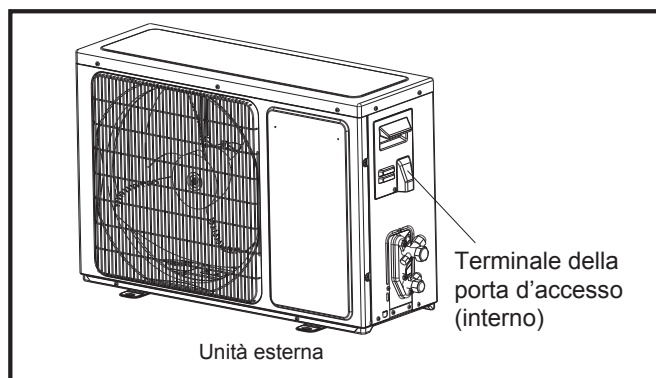

Fig. 22
- 1) Rimuovere la porta d'accesso dall'unità allentando le viti. Collegare i cavi ai terminali sulla centralina individualmente come segue (Fig. 22).